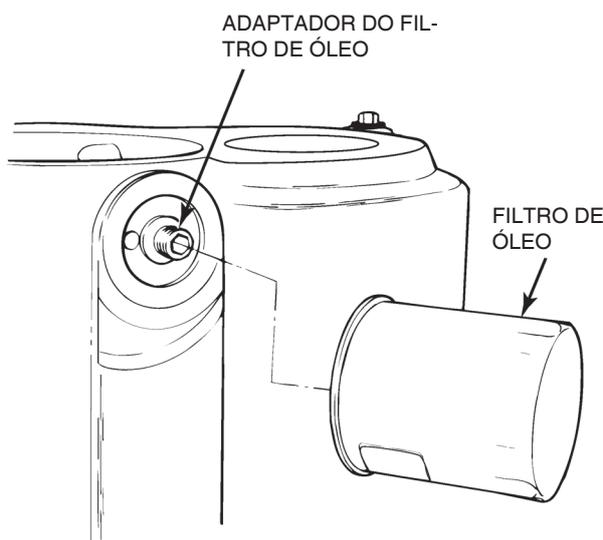

Figura 3.1
5. Use uma ferramenta adequada para remover o filtro de óleo. Tenha cuidado para que o óleo contido dentro do filtro não derrame quando da remoção. Descarte o filtro. Figura 3.1.